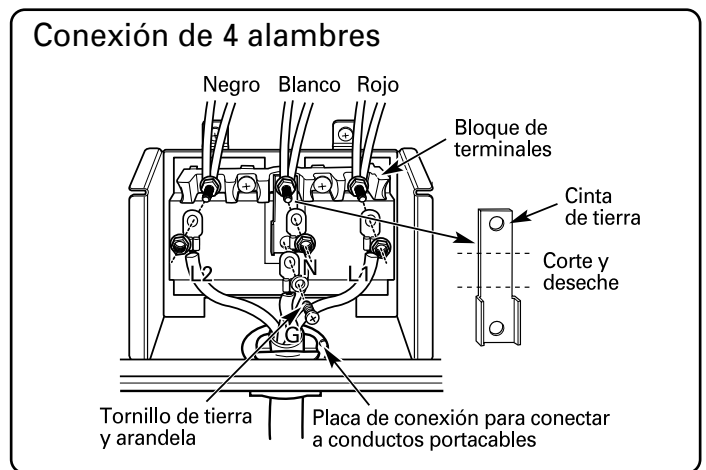

FIGURA 7
(Consulte la Figura 7.)
2. **Corte la parte central de la cinta de tierra como se muestra en la figura 7. No deseche los tornillos.**